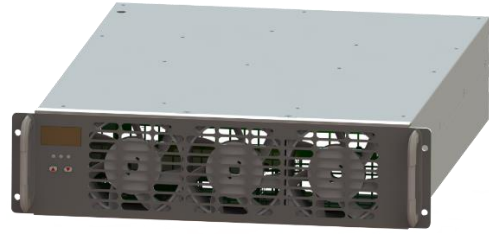

Рисунок 5.10. Зовнішній вигляд зарядного модуля
1. Розпакуйте силовий модуль (рис. 5.10).